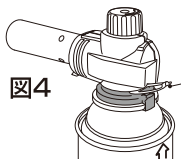
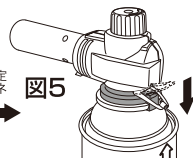

図4
図5
- 4.本体の回転防止のため、上向きになっている固定パネ(図4)を、(図5)のようにガイド(凸部)を挟み込むように下げます。 容器(ボンベ)の取り外しは、この逆の手順でおこないます。